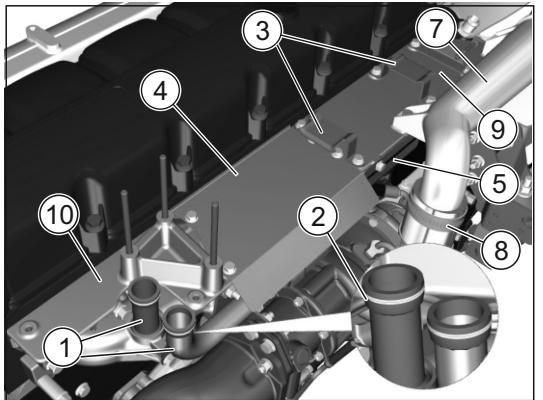

Рис.20. Снятие трубок подвода отработавших газов к заслонке EGR.
13. Вынуть 2 трубы (1) подвода отработавших газов из расточек выпускного коллектора. Снять 8 уплотнительных колец (2) с трубок (см. Рис. 20).
**Уплотнительные кольца (2) одноразового использования!**
14. Снять кронштейны (3), отвернув 4 болта их крепления.
15. Снять экран (4) теплозащитный средний, отвернув 4 болта его крепления.
16. Снять экран (5) боковой, отвернув 3 болта его крепления.
17. Снять патрубок (7) отводящий в сборе, отвернув 2 болта его крепления и ослабив хомуты (8) (см. Рис. 20).
18. Снять кронштейн (9) и кронштейн (10) со шпильками, отвернув болты их крепления (см. Рис. 20).